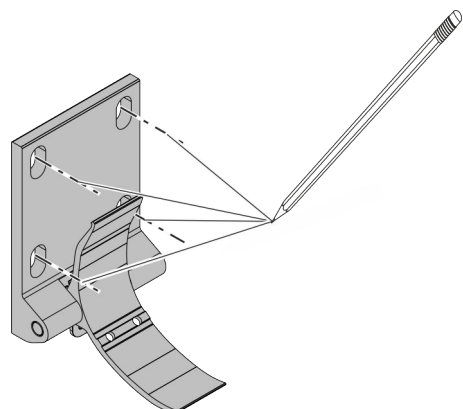

Abb. 11: Löcher übertragen
2. ➤ Löcher der Wandkonsole übertragen (Abb. 11).